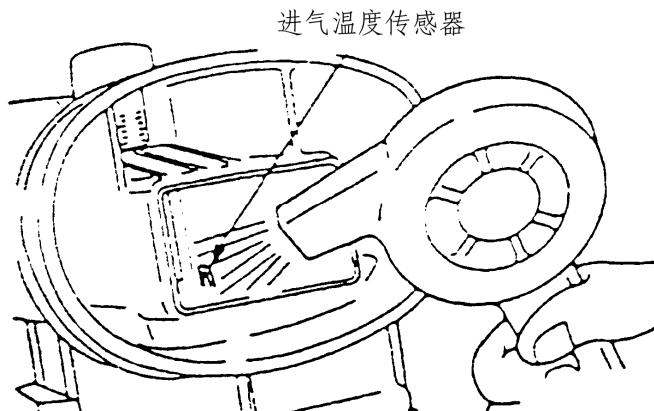

图 3-48 加热进气温度传感器
(2) 测量 5 号端子与 6 号端子之间的电阻值。该电阻值的标准值为 $2.3\sim3.0\text{k}\Omega$ (20°C)； $0.30\sim0.42\text{k}\Omega$ (80°C)。
(3) 如图 3-48 所示，用吹风机加热进气温度传感器，重新测量电阻值。正常情况下，如果温度较高时，则相应电阻值较小。